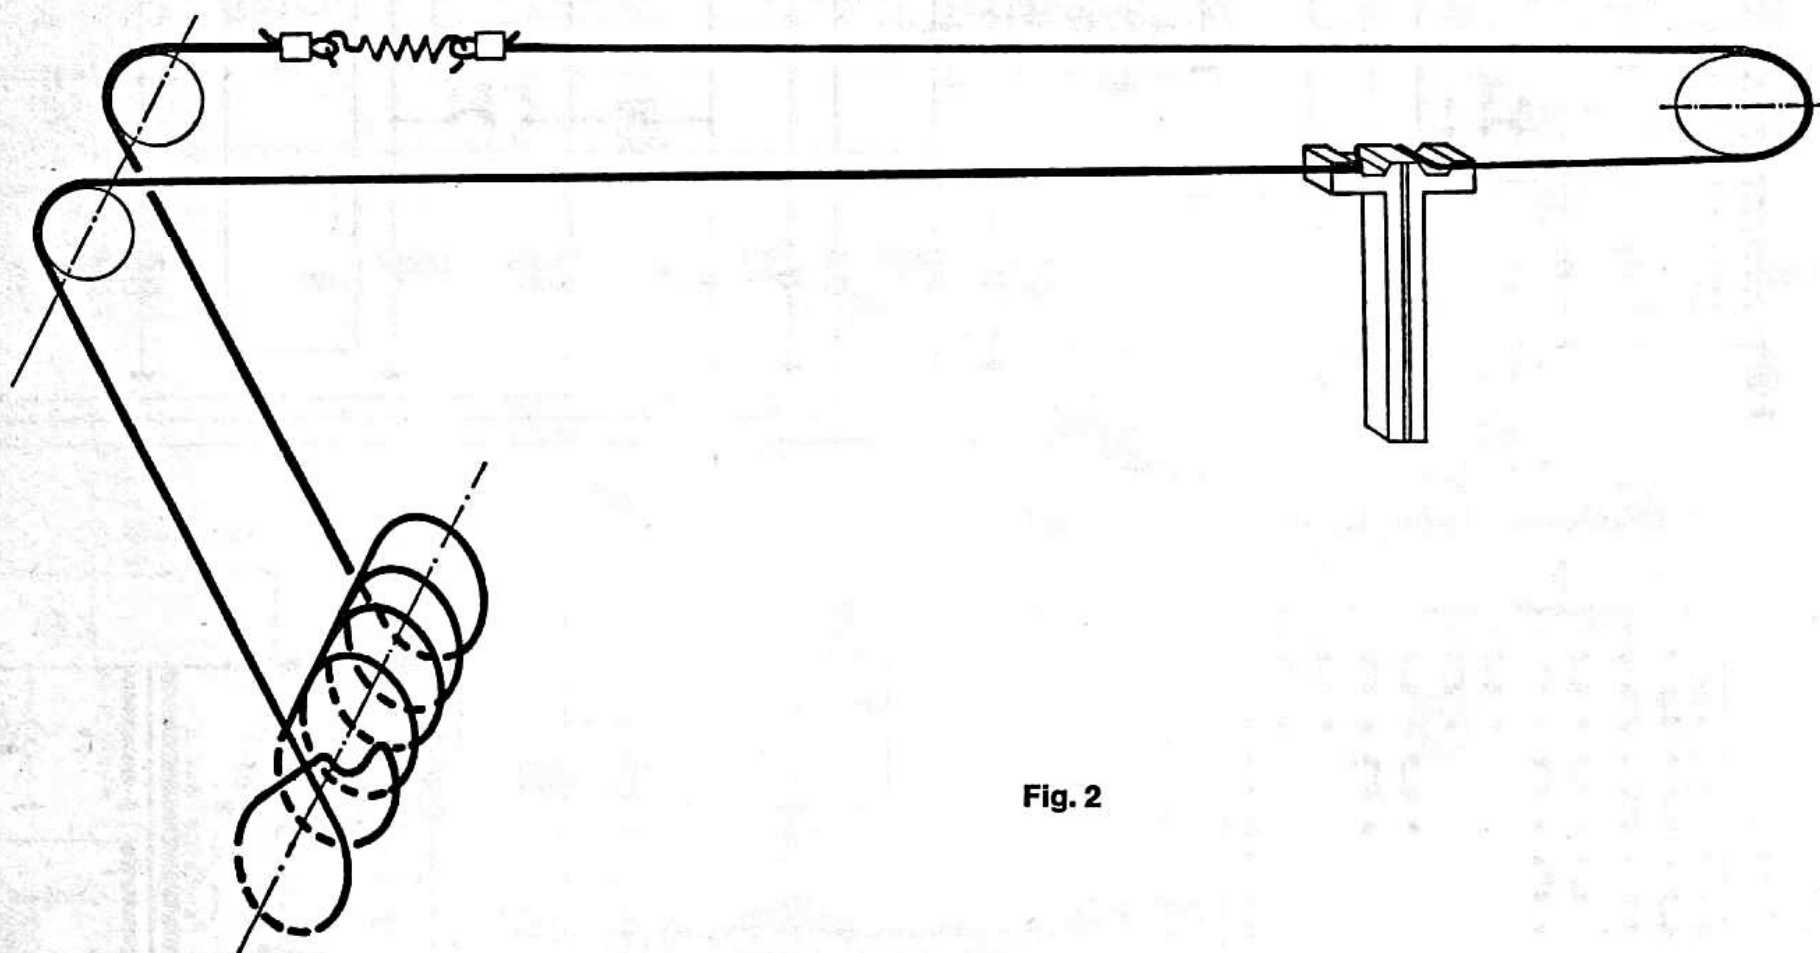

Fig. 2
- 4.2 Skalenseil (Länge ca. 0,8 m) nach Fig. 2 auflegen.
- 4.2 Place drive cable as shown in fig. 2 (length approx. 32").